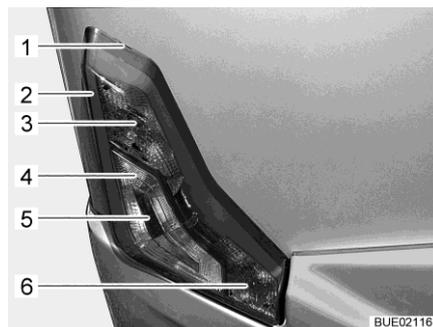

Fig. 290 Luci posteriori
- Infilare l'utensile piatto nell'intaglio (Fig. 290,1) e facendo leva sollevare con cautela l'involucro.